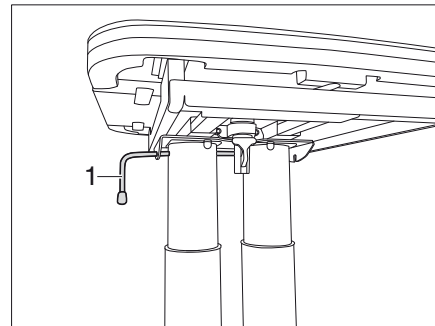

Bild 111 Lås bord
- Vrid låsspaken (Bild 111,1) till vänster. Spärren är öppen.
- Vrid låsspaken (Bild 111,1) till höger. Lyftbordet är låst.